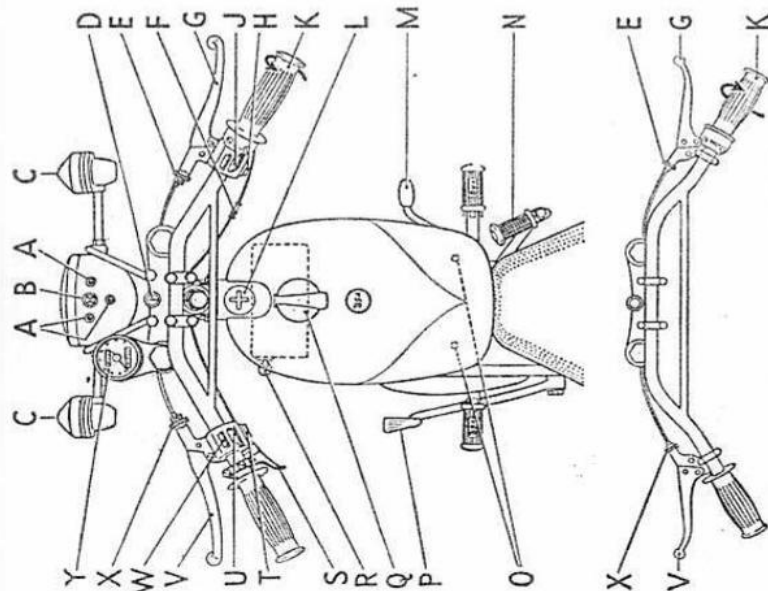

Fig. 1. Les commandes. (Les détails des spécifications varient suivant les modèles. L'illustration inférieure se réfère au modèle moto-cross seulement).
Commande de poussoir de soupape d'échappement (moteur 500 cm³, sauf modèle Moto-cross). Il s'agit ici du petit levier (S) Fig. 1, monté sur la barre de guidon gauche; il convient d'appuyer sur ce petit levier pour soulever la soupape d'échappement et assurer ainsi la décompression du moteur.